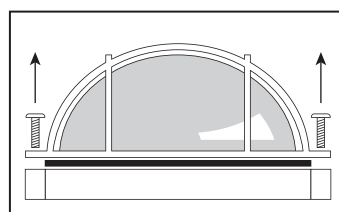

Рис. 1
- Снимите стеклянный плафон светильника, открутив фиксирующие винты. [Рис.1]